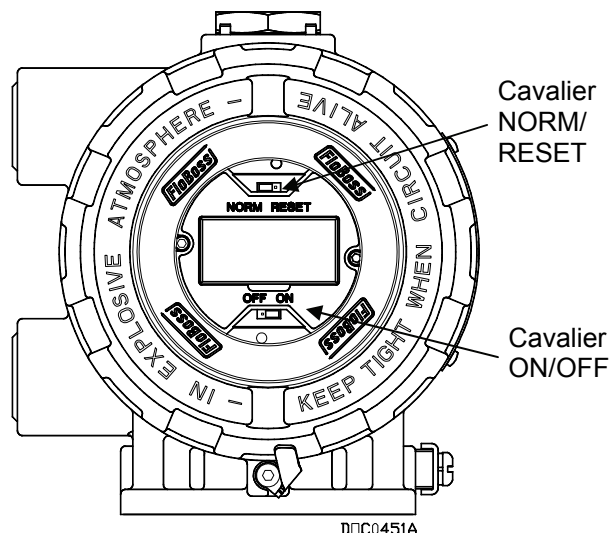
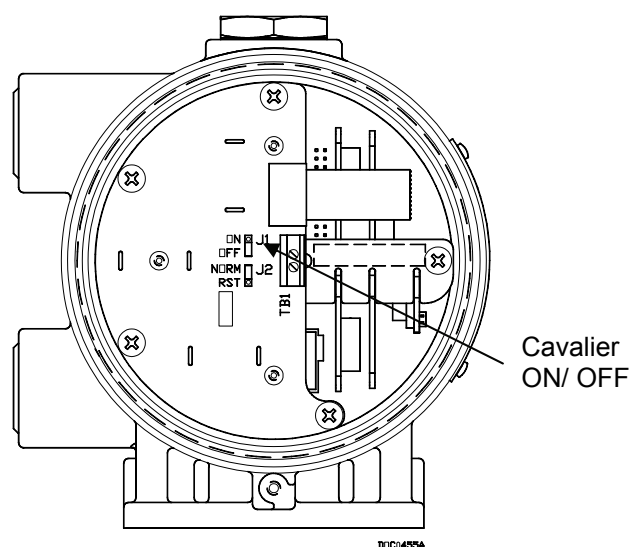

Figure 6. Face avant du FloBoss 103 (avec écran LCD)
Figure 7. Face avant du FloBoss 103 (sans LCD)
- Placer le cavalier d'alimentation (sur l'écran LCD, le cas échéant, ou en J1 sur la carte de chargement de batterie) sur la position ON. Voir la Figure 6 et la Figure 7.